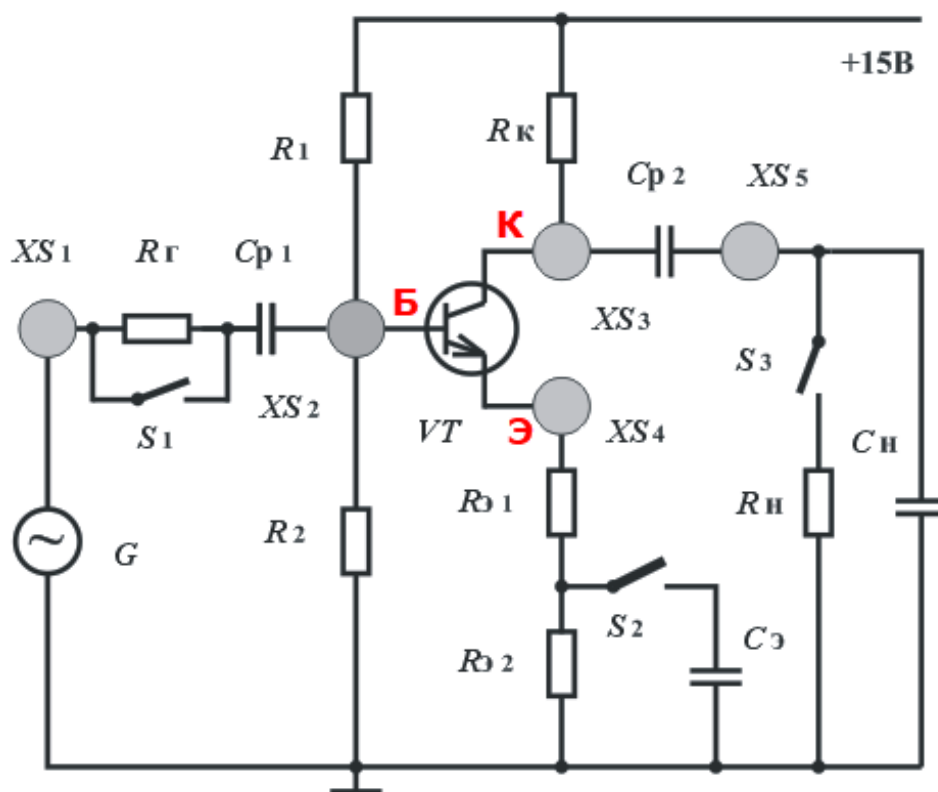

Рис. 2. Схема усилительного каскада с общим эмиттером
- рабочая точка транзистора в схеме усилительного каскада ОЭ (рис. 2),
4. В лабораторном макете усилительного каскада ОЭ (рис. 2) можно измерить только потенциалы на выводах транзистора  $\varphi_э$ ,  $\varphi_к$  и  $\varphi_б$ . Написать формулы, с помощью которых по этим данным определить рабочий режим транзистора ( $U_{кэ А}$ ,  $I_{к А}$ ,  $U_{кэ А}$ ).
5. Для схемы усилительного каскада ОЭ (рис. 2) и указанных параметров элементов схемы рассчитать рабочий режим транзистора ( $I_{к А}$  и  $U_{кэ А}$ ). При расчете считать, что коэффициент передачи тока базы в коллектор  $\beta=120$ .
4. Для схемы однокаскадного усилителя на биполярном транзисторе с общим эмиттером (рис. 2) с помощью осциллографа рабочий режим транзистора. Для этого измерить потенциалы на выводах транзистора. По результатам измерений рассчитать напряжения  $U_{бэ А}$  и  $U_{кэ А}$  и ток  $I_к А$ . Записать полученные результаты в таблицу. Сравнить с расчетом (см. п. 5 подготовки к работе).
Рабочий режим схемы усилительного каскада ОЭ (рис.2) на биполярном транзисторе можно определить из следующей системы уравнений: